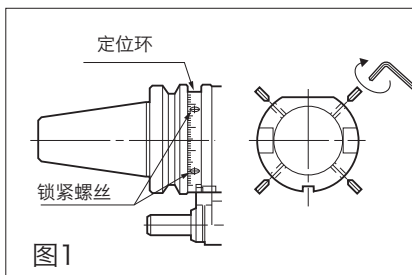

图1
- ① 确认定位环上的四处锁紧螺丝没有松动,并用L扳手再次拧紧。(图1)